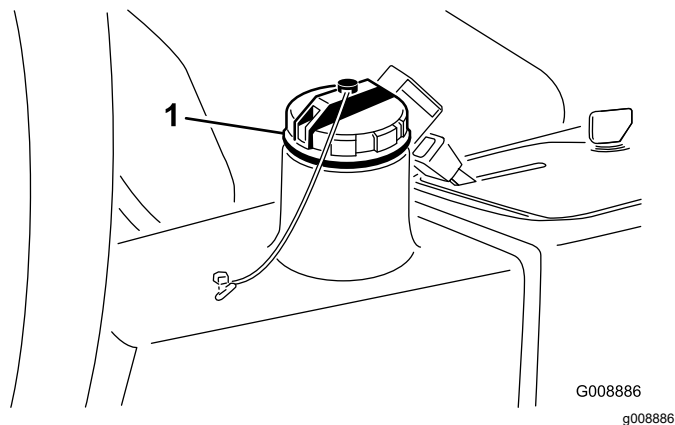

Figura 81
4. Encha o reservatório (Figura 81) com aproximadamente 13,2 litros de fluido hidráulico; consulte Verificação do sistema hidráulico \(página 27\).